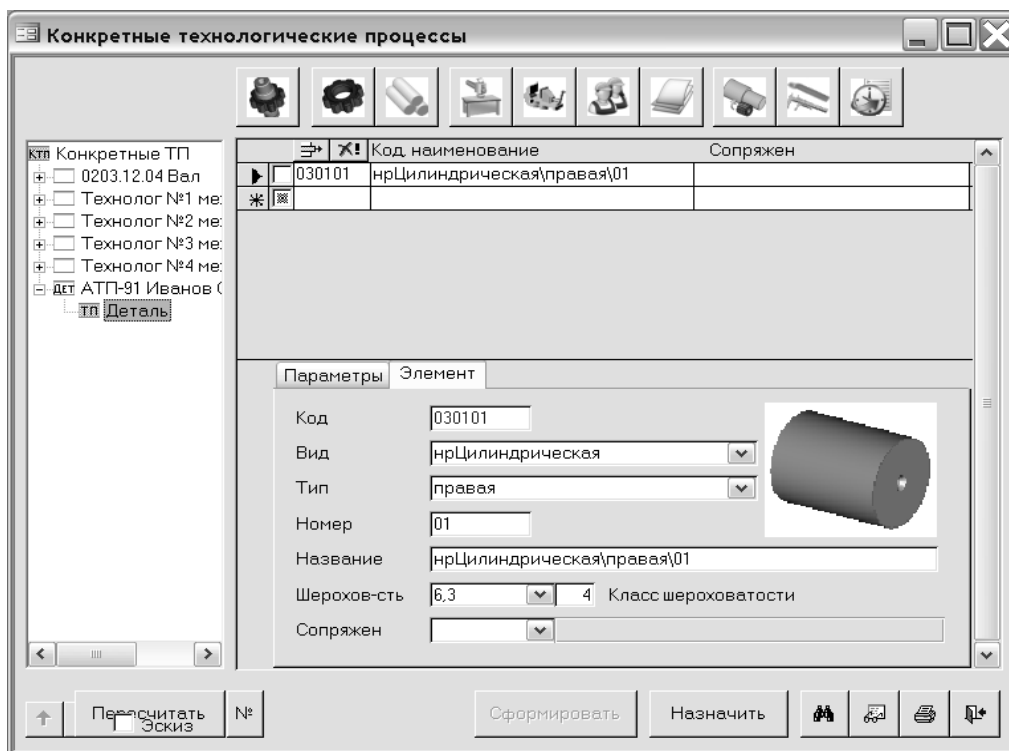

Рисунок 2.2 – Окно для описания характеристик поверхностей детали
2 *Создание информационной модели детали.* Для перехода к описанию конструкции детали необходимо щелкнуть на дереве проекта иконку с подписью «ТП Деталь». Справа в окне появится незаполненный список кодов поверхностей (рисунок 2.2), входящих в деталь, и ниже список параметров поверхности.
Для добавления поверхности (элемента конструкции) к списку необходимо перейти на закладке «Элемент» (см. рисунок 2.2), выбрать из выпадающих
Дополнительно из выпадающего списка задается шероховатость поверхности, если она отличается от ранее заданной для остальных поверхностей детали (см. рисунок 2.2).
Для заполнения размеров поверхности и точности их выполнения необходимо перейти на закладку «Параметры» (см. рисунок 2.2). Для задания параметров поверхности в списке щелкнуть ее запись с кодом поверхности (см. рисунок 2.3). В форме «Параметры» будет выдан список параметров, соответствующий виду поверхности. Значения этих параметров (размеры) вводятся с клавиатуры в столбец «Значение». В столбцах «Вал. доп.» или «Отв. доп.» из выпадающего списка выбирается поле допуска в требуемой системе вала или отверстия. После выбора поля допуска на размер в столбцах «Верхний» и «Нижний» автоматически выдаются верхнее и нижнее предельные отклонения по ГОСТ.
**3 Автоматическое проектирование технологического процесса.** Автоматическое проектирование ТП основано на использовании операций и переходов, предварительно внесенных в базу «Обобщенных технологических процессов» (ОТП). Для выбора ОТП на дереве проекта выбрать ветвь и нажать кнопку  **Деталь** «Назначить» (см. рисунок 2.2), находящуюся в нижнем правом углу окна. На экране появляется окно со списком ОТП.
Выполнить формирование комплекта технологических документов, состоящего из титульного листа и карты технологического процесса (КТП форма 1), нажав кнопку  (см. рисунок 2.2).